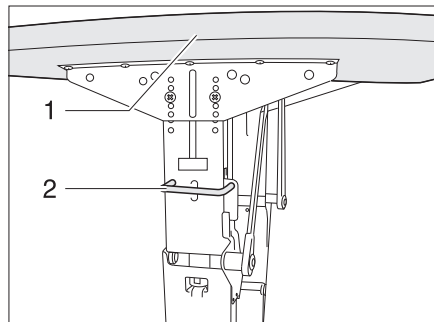

Bild 54 Verriegelung Schwenktisch mit Metallgestell
- Griff (Bild 54,2) nach oben schieben.
- Tischplatte (Bild 54,1) in einem Bogen nach unten schwenken, bis der Griff einrastet.